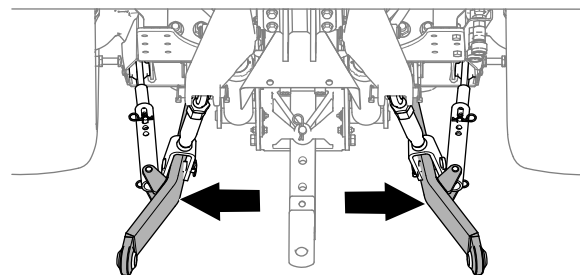

Рисунок 15
- Отрегулируйте рычаги нижних тяг (Рисунок 15) до упора по направлению наружу; см. руководство оператора для тягового блока.